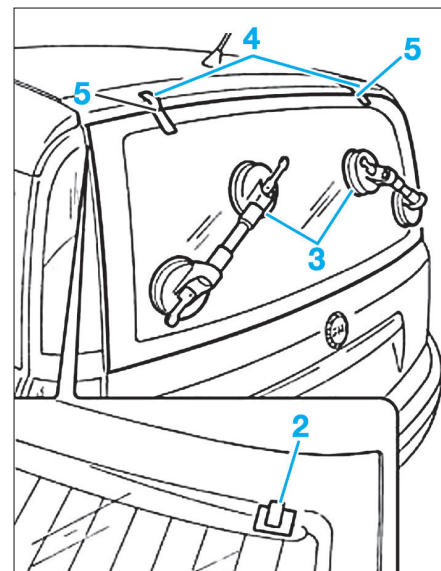
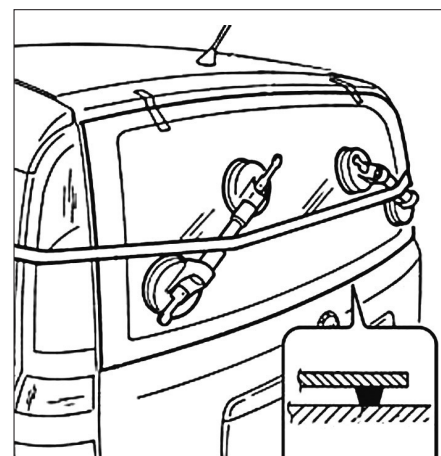

FIG. 8
FIG. 9
- Coller deux nouveaux pions de centrage (2) (Fig.8).
- Procéder aux ajustements à l'aide de ventouse (3) et de ruban adhésif (4) (Fig.8).
- L'ajustement terminé, découper les rubans adhésifs en (5).
- Apposer régulièrement un cordon de colle sur la lunette arrière, puis poser la lunette (Fig.9).